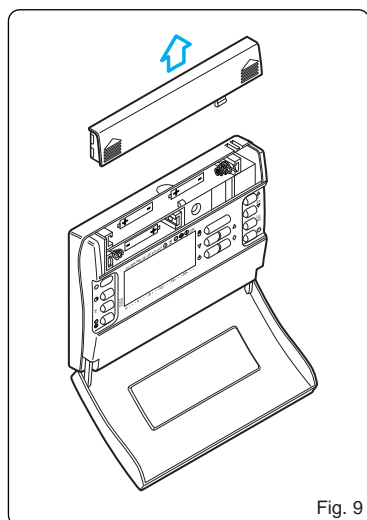

Fig. 9
- Aprire lo sportello dell'apparecchio e sfilare il coperchio delle pile (fig. 9).